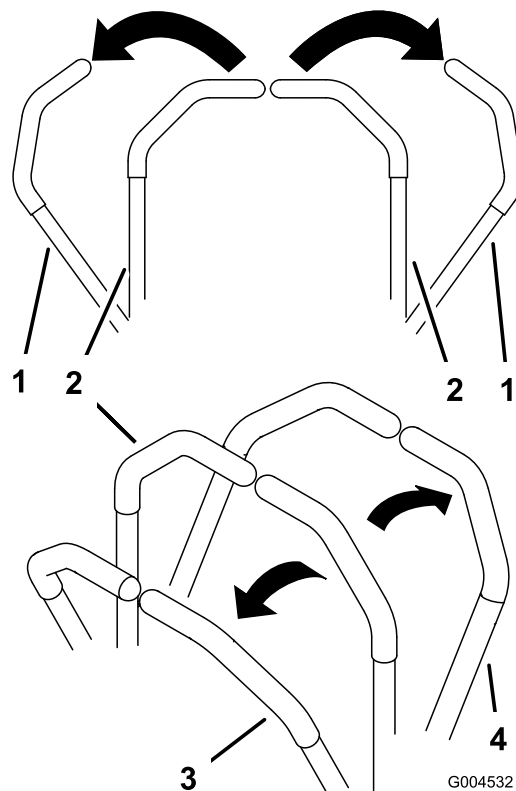

Figure 15
1. Mettez les leviers de commande de déplacement (Figure 15) en position de verrouillage du point mort.
3. Pour vous déplacer en marche avant, poussez doucement les leviers de commande de déplacement vers l'avant (Figure 15).
Pour vous déplacer en ligne droite, appliquez une pression égale sur les deux leviers de déplacement (Figure 15).
Pour tourner, rapprochez du point mort le levier de commande correspondant à la direction que vous voulez prendre (Figure 15).
2. Pour vous déplacer en marche arrière, tirez doucement les leviers en arrière (Figure 15).
Pour tourner, relâchez le levier de commande correspondant à la direction que vous voulez prendre (Figure 15).